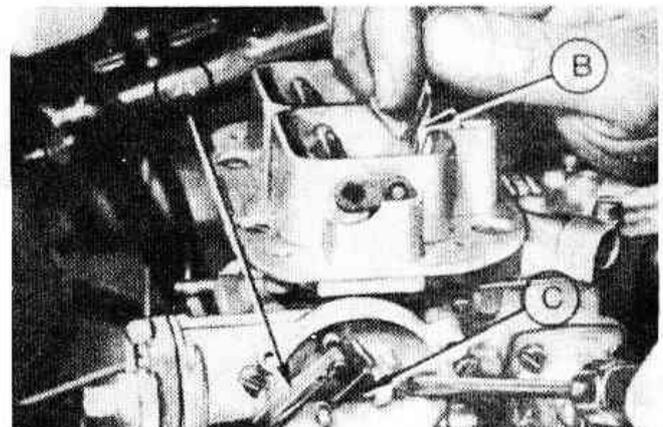
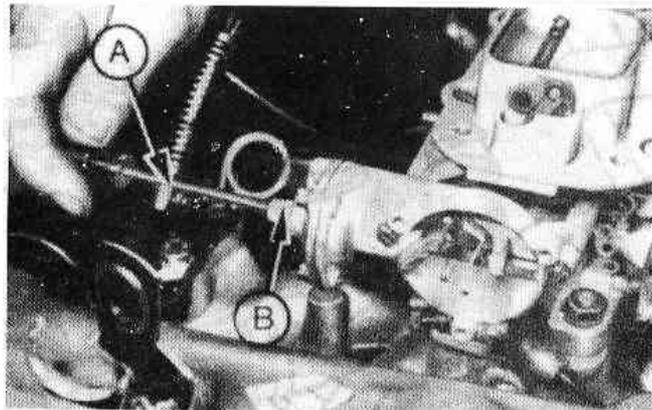

Рис.3.69. Резиновая лента (A), сверло (B) и тяга (C) (Разд.28)
Рис.3.70. Регулировка вакуумного привода воздушных заслонок в точке (B) отверткой (A) (Разд.28)
5. **Вакуумный привод воздушных заслонок:** Привяжите к тяге заслонки резиновую ленту, чтобы она удерживала заслонку в закрытом положении. Откройте дроссельную заслонку и отпустите, чтобы убедиться, что воздушная заслонка полностью закрывается. Отвинтите заглушку от диафрагменного устройства, после чего рукой нажмите на диафрагму по направлению внутрь корпуса заслонки до упора. Нажимайте не на штифт, так как он подпружинен, а на корпус диафрагмы. Теперь следует измерить ход воздушной заслонки, введя немаркированный сверло между краем воздушной заслонки и стенкой воздухопровода и сравнив с указанной в спецификации величиной (Рис.3.69). При необходимости отрегулируйте ход воздушной заслонки, поворачивая регулировочный винт короткой отверткой (Рис.3.70). По завершении установите на место концевую заглушку и снимите резиновую ленту.